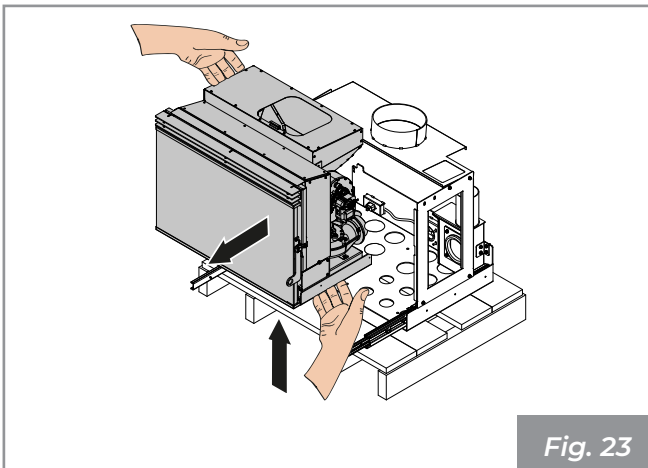

Fig. 23
- Levantar la máquina y quitarla de las guías ( **Fig. 23** );